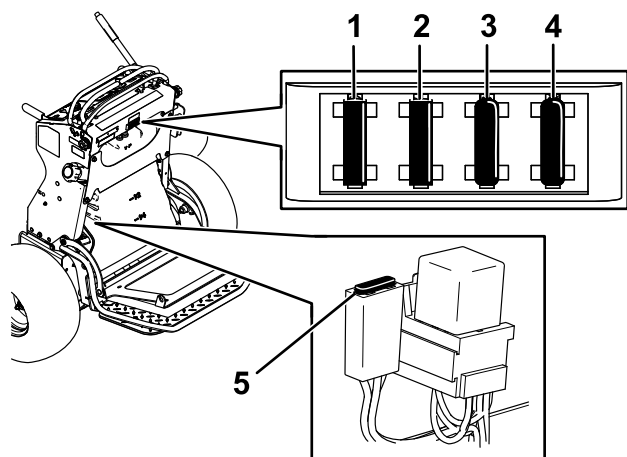

Figure 53
- Sortez le fusible et remplacez-le (Figure 53).